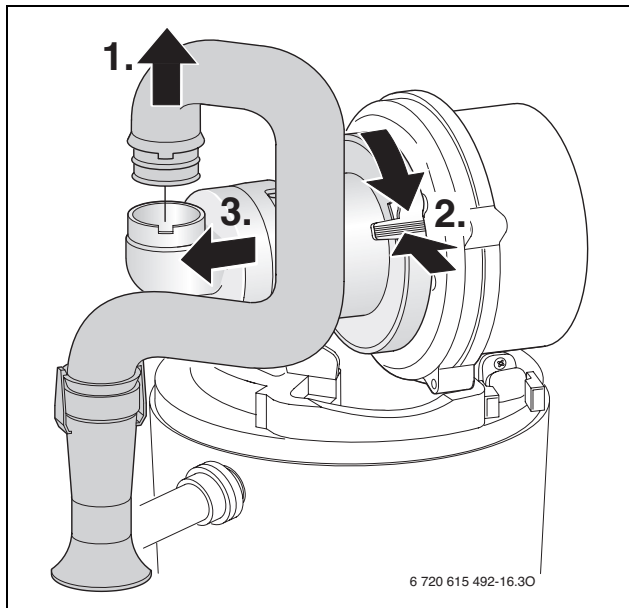
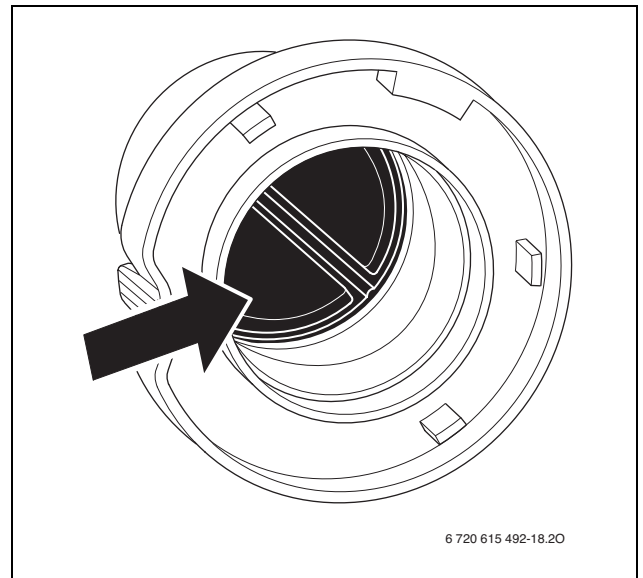

Fig. 82
Fig. 100
- ▶ Smontare il miscelatore (per le operazioni appena descritte seguire le fasi indicate nella fig. 82).
- ▶ Smontare il miscelatore aria/gas (fig. 100) seguendo la procedura come da fig. 82, pag. 70.